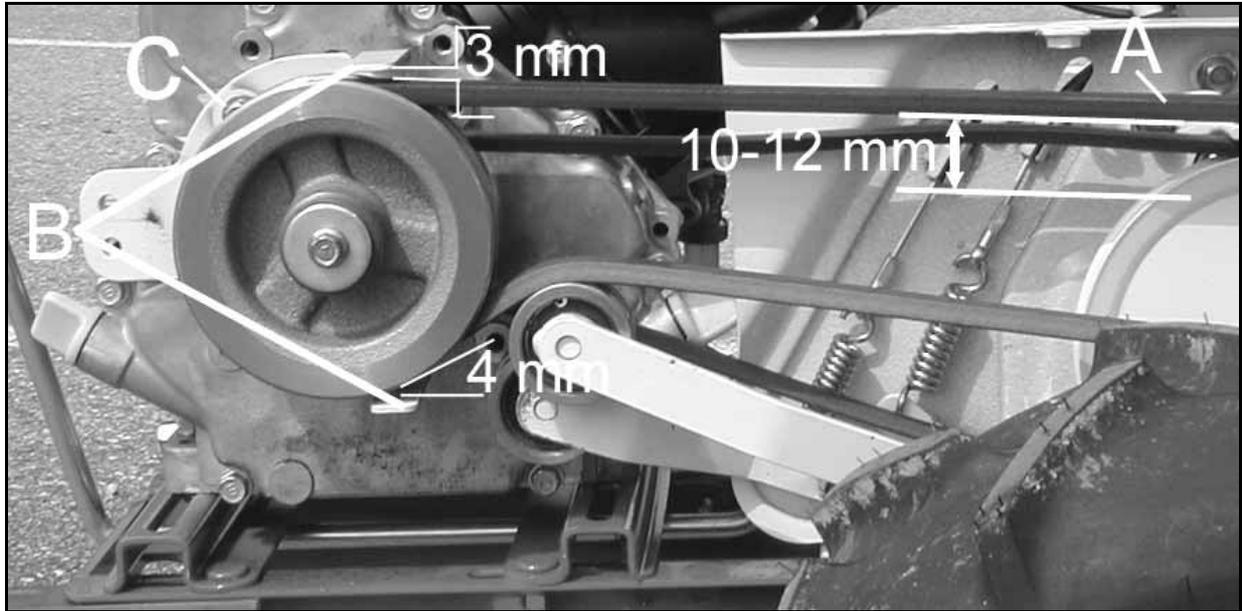

Figura 27
Cinghia di trasmissione dal motore al contr'albero (Figura 27)
- Premere la cinghia con il dito in posizione mediana tra le 2 pulegge (A, Figura 27): la cinghia deve flettere di circa 10 ~ 12 mm. In caso contrario, registrare la tensione della cinghia.